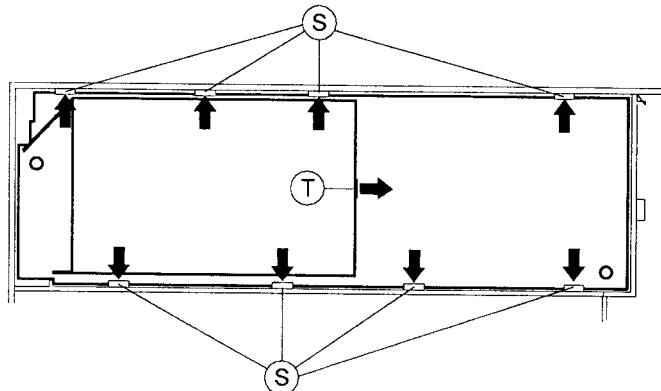

Fig. 9
- Rastnasen (S) ausrasten und Netzteilbaustein herausnehmen (Fig. 9).
- Release the locking catches (S) and take out the mains stage board (Fig. 9).
Sollen Bauteile im nicht netzgetrennten Teil des Netzteils ausgetauscht werden, müssen Sie den Abschirmdeckel entfernen. Dazu Rasthaken (T) lösen und Abschirmdeckel abnehmen (Fig. 9).
For replacement of components in the non-isolated circuits of the mains supply unit remove the shielding cover. For this loosen the locking catch (T) and take off the cover (Fig. 9).